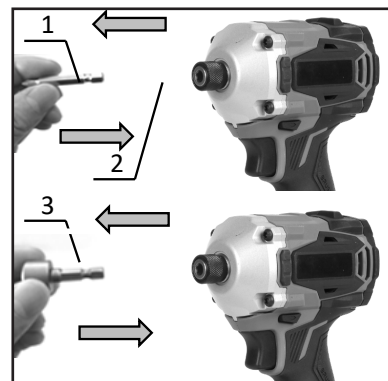

Fig. 9
- Pentru a instala burghiul de acționare sau soclul, trageți manșonul în direcția săgeții și introduceți burghiul de acționare sau soclul în manșon până la capăt. Apoi eliberați manșonul pentru a fixa bița de acționare. (Fig. 9)